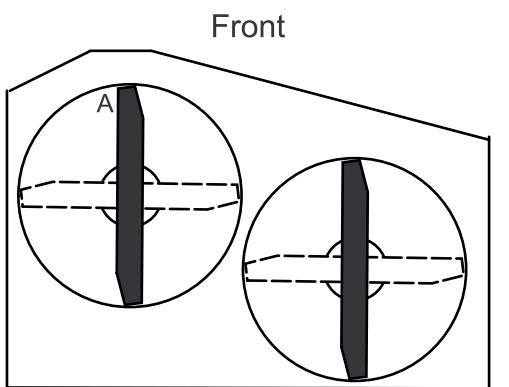

Figure 72
3. Placez la machine sur une surface plane, et tournez une lame dans le sens longitudinal. Mesurez au point A et entre la surface plane et le bord coupant des pointes des lames (Figure 71) Pour les tabliers de coupe de 36 pouces, reportez-vous à la Figure 72.